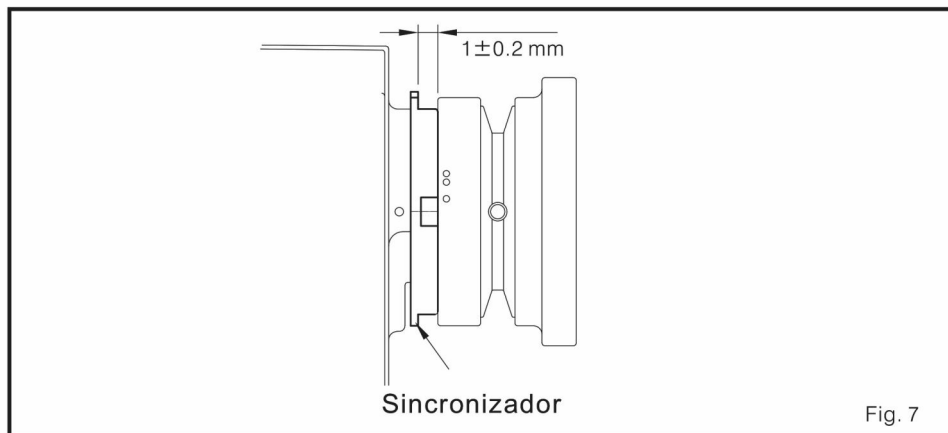

Fig. 7
6. junta a roda da fita, para o que o primeiro parafuso deveria ser ajustado no encaixe do eixo central. Para esta posição, revise a figura 7. O espaço do lado do sincronizador e o lado da talha deveria ser  $1 \pm 0.2$  mm. (Fig. 7)